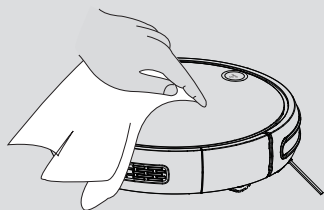

Fig. 3
2. Usare un panno umido con un pò di sapone per pulire tutte le superfici. Non permettere che l'acqua penetri nell'apparecchio durante la pulizia. [Fig. 3]
3. Asciugare con un panno morbido. [Fig. 3]